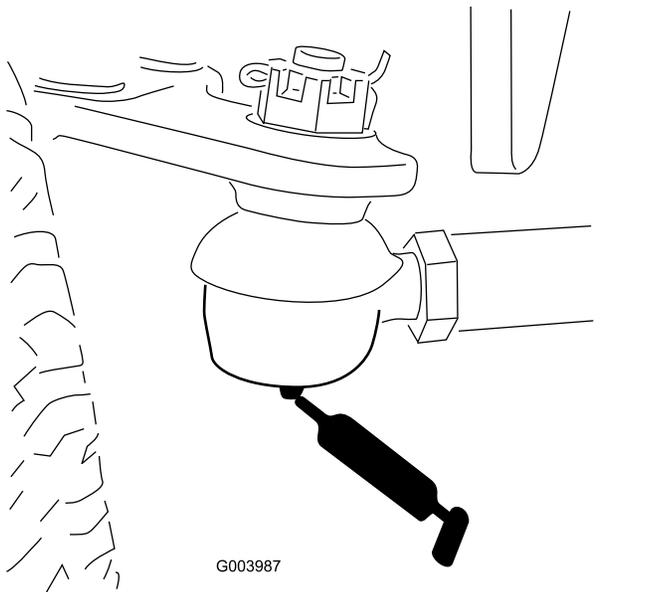

Bild 66
- Spurstange der Hinterachse (2) (Bild 66)